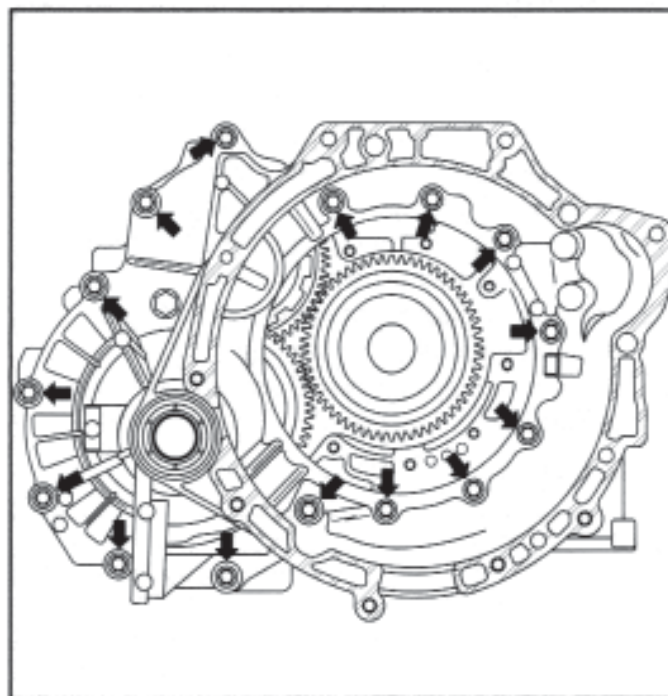

Figura 47
46. Instale a transmissão no suporte da bancada e gire a transmissão de forma que o sino do conversor esteja voltado para cima, conforme ilustrado na Figura 47.